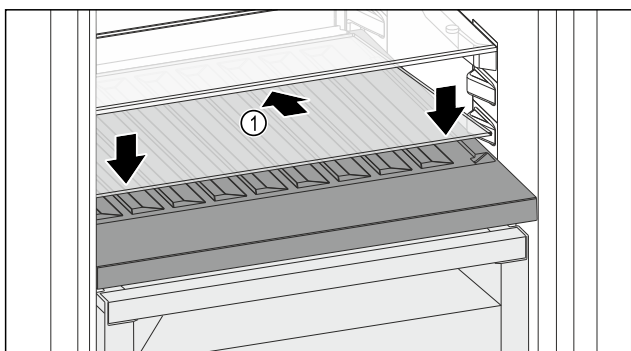

Fig. 185
- ▶ Вставте скляну полицю Fig. 185 (1) під кутом, нахиливши назад і донизу.
- ▶ Опустіть скляну полицю Fig. 185 (1) вперед.